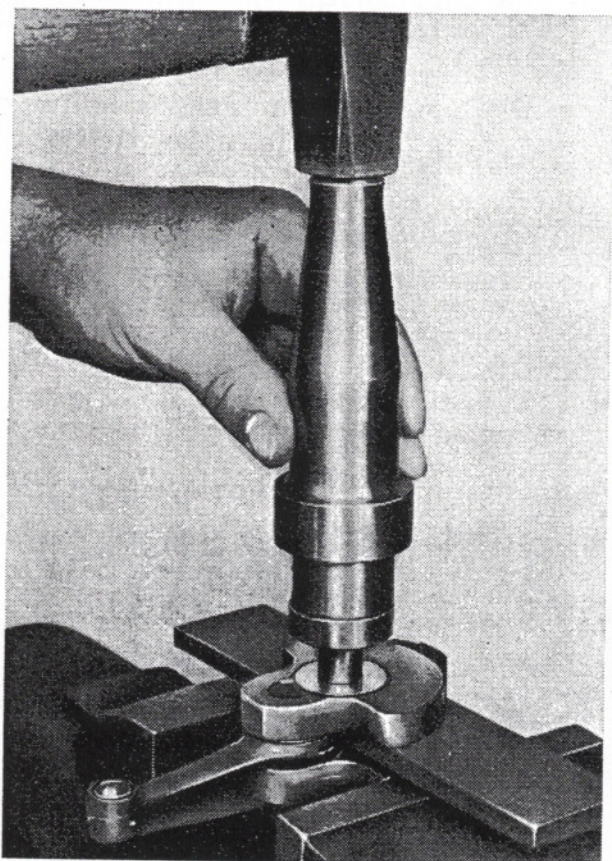

Abb. 43 Rillennlager auf den Kurbelwellenzapfen aufziehen
2. Abdeckscheibe „b“ über den Kurbelwellenzapfen an die Hubscheibe schieben und das Rillennlager „a“ mit einer Hülse aufziehen. (Siehe Abb. 43.)